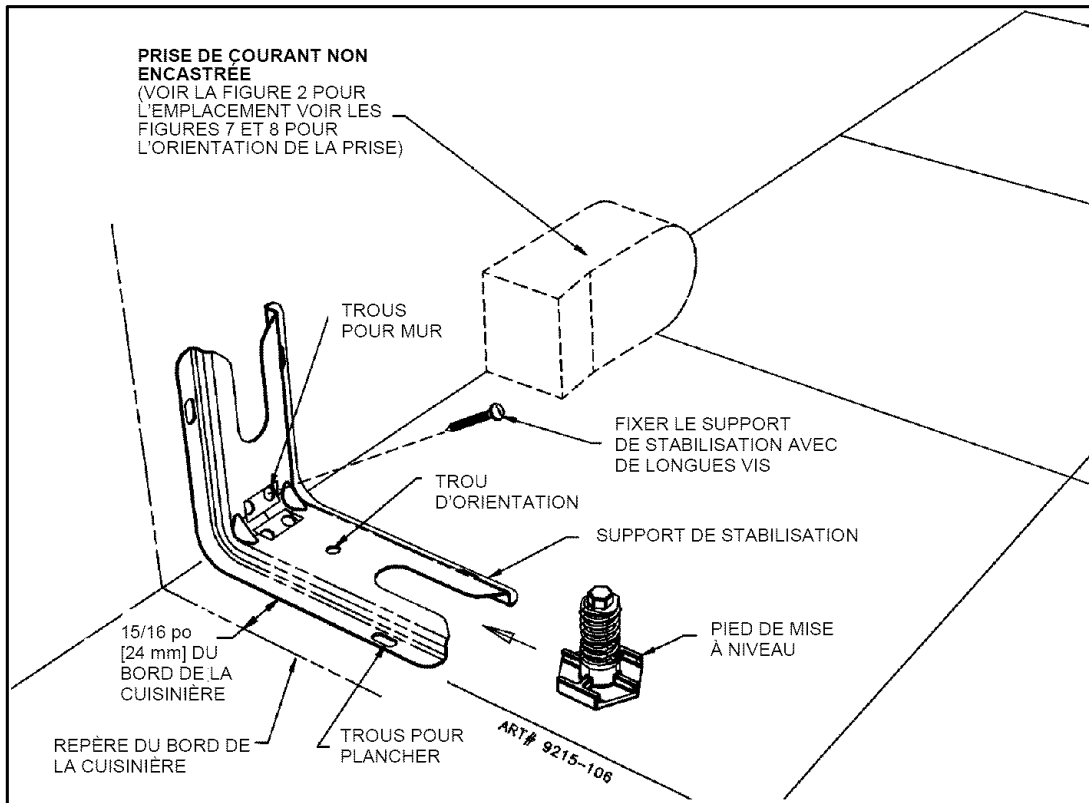

FIGURE 4
Emplacement du support de stabilisation (voir figure 4)
Si la prise de courant doit être montée tel que le représente la figure 4, la cuisinière ne pourra pas être poussée contre le mur.
- B. Placer le support à 15/16 po (24 mm) de la marque " BORD " en allant vers le centre de l'ouverture et contre le mur arrière tel qu'indiqué à la figure 4, le trou d'orientation étant sur le plancher.
- C. Utiliser le support comme gabarit et marquer l'emplacement de tous les trous pour le type de matériau sur lequel le support doit être fixé, tel qu'indiqué à la figure 4.